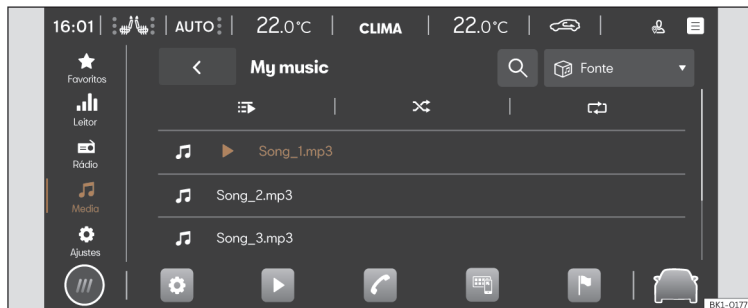

Fig. 148 Esquema: Vista Multimídia.
- Pressione **HOME** > ► > 🎵 >>> **Fig. 148**.